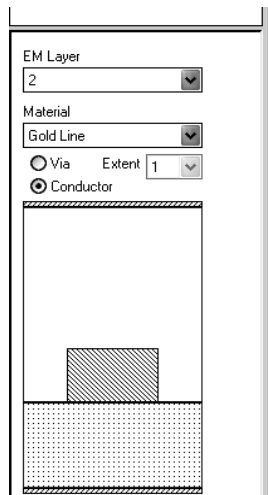

Рис. 5.8
1. Щёлкните мышкой по панели **Layout** в нижней части левого окна, чтобы открыть в этом окне менеджер топологии и отметьте **Conductor**. В поле **EM Layer** введите **2**, щёлкнув по кнопке в правом конце этого поля. В поле **Material** введите **Gold Line**, щёлкнув по кнопке в правом конце этого поля (рис. 5.8).